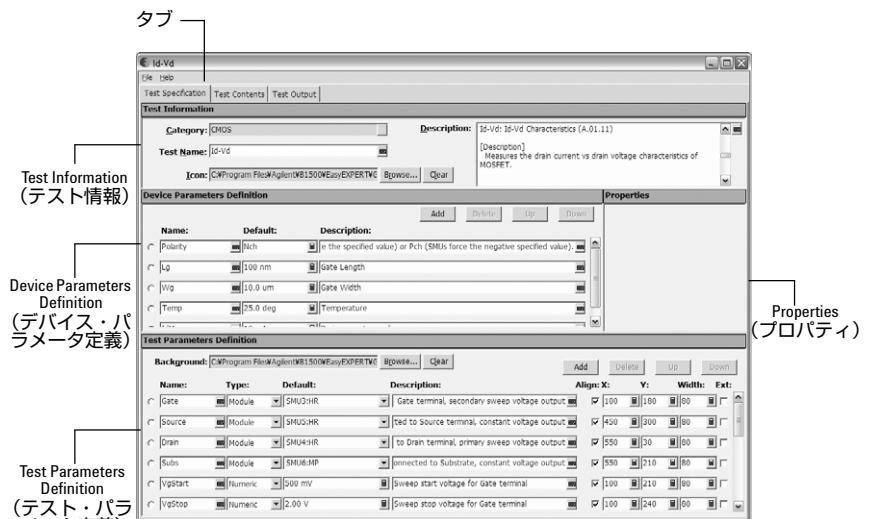

図3. Test Definition ウィンドウ
3. Library プルダウン・メニューから、「Open Definition of This Test...」を選択する。Test Definition ウィンドウが開きます (図3 参照)。
本アプリケーション・ノートでは、Test Specification の設定を例に説明します。図 3 は、Test Specification タブ上の 4 つのエリアを示しています。